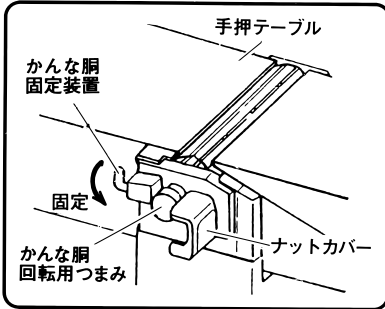

図 25
- (7) かな胴固定装置のレバーを左にまわし固定を解除し、手押部のかな胴回転用つまみ（図25参照）をまわし、かな刃取付け用ボルトが上になる位置で再度固定します。
(8) 内側の6本のかんな刃取付け用ボルトをねじ込み、付属のボックススパナ（10mm）で全てのかんな刃取付けボルトを十分に締め付けます。
(9) 取付けが終わったらかな胴固定装置のレバーを左にまわし固定を解除します。
(10) 作業が終わったら、チップカバーを閉じてちょうボルトを締めます。